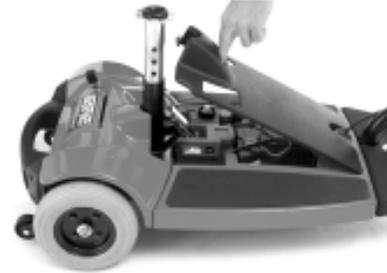

Figure 10. Couvercle du compartiment
1. Retirez le couvercle du compartiment à batteries. Voir la figure 10.